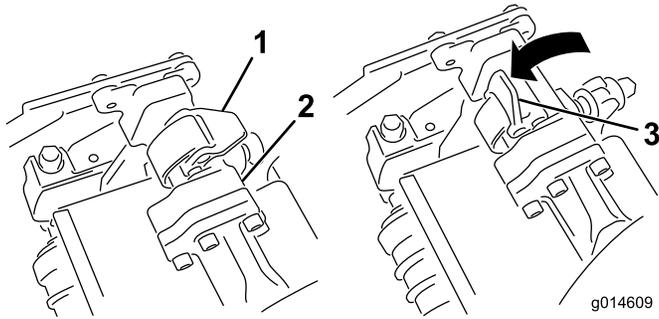
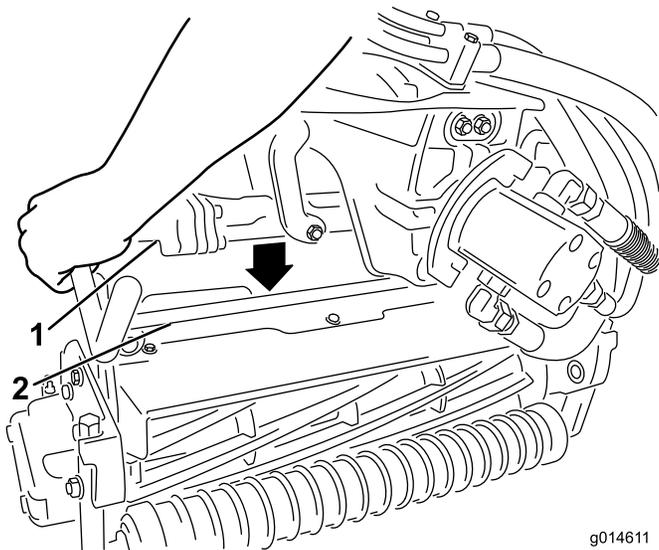

図 30
図 31
3. サスペンションアームのバーについているラッチを上向き開いた状態にして(図 30、サスペンションアームを押し下げて、バーを、カッティングユニットのバーの上に被せるようにする 図 31。
4. ラッチを下げて閉じるとカッティングユニットのバーがロックされてユニットがアームにセットされる 図 30。
4. 取り外したいCuttingユニットのサスペンションアームのバーについているラッチを開く 図 30。